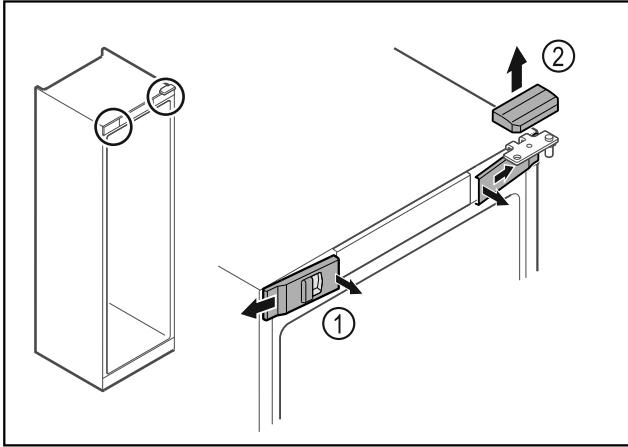

Fig. 16
- 从内侧松开前盖板 Fig. 16 (1)并移到一旁。
► 朝上取下上盖板 Fig. 16 (2)。